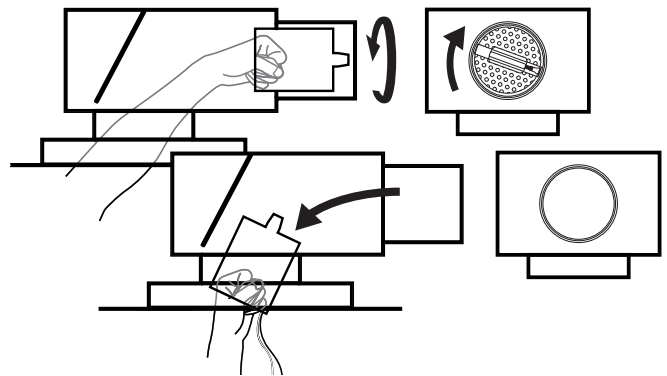

Bild 5. Spjällinsatsen vrids moturs för att lossas från lådan.
- 7) Ta tag i handtaget och vrid spjällinsatsen moturs så att den lossnar och dra ut spjällinsatsen ur lådan, se bild 5.